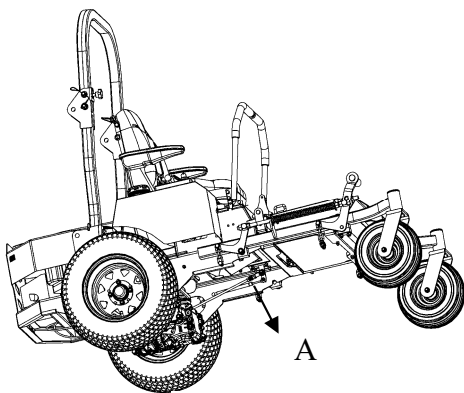
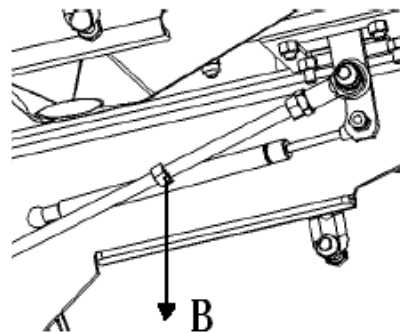

Fig. 20
Fig. 21
- Si la roue gauche doit être réglée, repérez la position A (Reportez-vous à la Fig. 20). Pour plus de détails sur la position A reportez-vous à la Fig. 21.
- Si la roue gauche tourne dans le sens des aiguilles d'une montre (vue de l'extérieur, voir Fig. 21), tournez l'écrou soudé sur la tige rotative (Reportez-vous à la position B de la Fig. 21) dans le sens inverse des aiguilles d'une montre (dans le sens de la flèche, voir Fig. 21) jusqu'à ce que la roue ne tourne plus. D'autre part, tournez l'écrou dans le sens des aiguilles d'une montre.